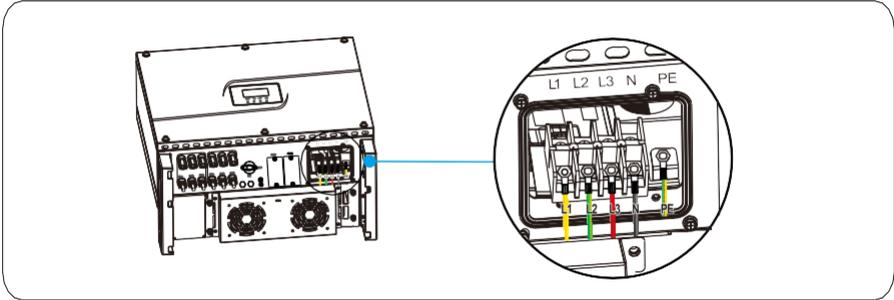

Figura 5.6 Conexión del cable de CA
Paso 3 Suelte los cuatro tornillos de la compuerta de salida de CA y conecte L1, L2, L3, N y PE a través de la cubierta del terminal de salida de CA con el bloque de terminales; a continuación, con un destornillador fije los tornillos con un par de torsión de 3Nm, tal como se muestra en la figura 5.6.